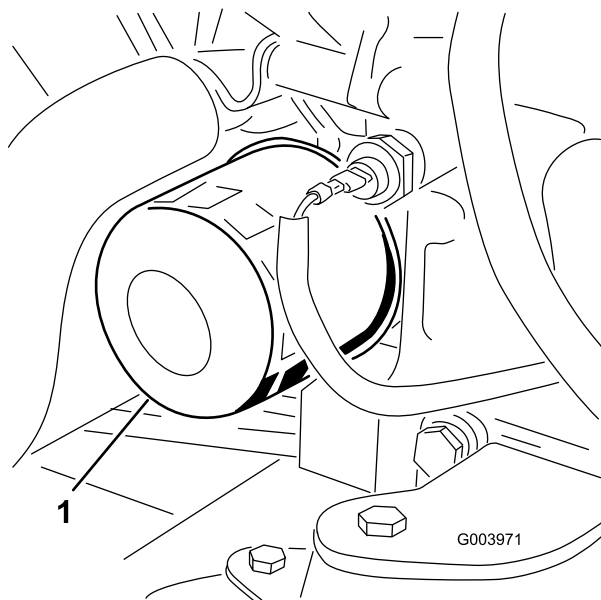

Figura 53
3. Retire el filtro de aceite (Figura 53).